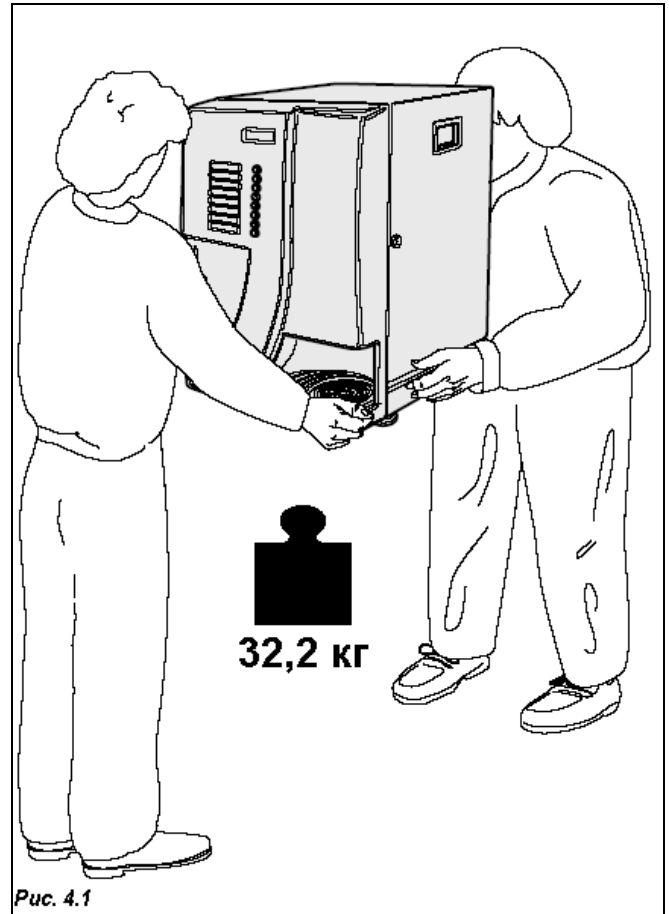

Рис. 4.1
4.1 Перемещение и транспортировка (Рис. 4.1)
Торговый автомат следует перемещать вдвоем (Рис. 4.1)